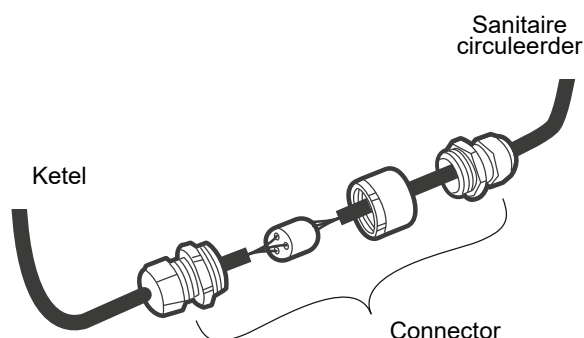

fig. 21 - Aansluiting sanitaire circulatiepomp
- Sluit de sanitaire circulatiepomp aan op de ketel (connector) (fig. 21).